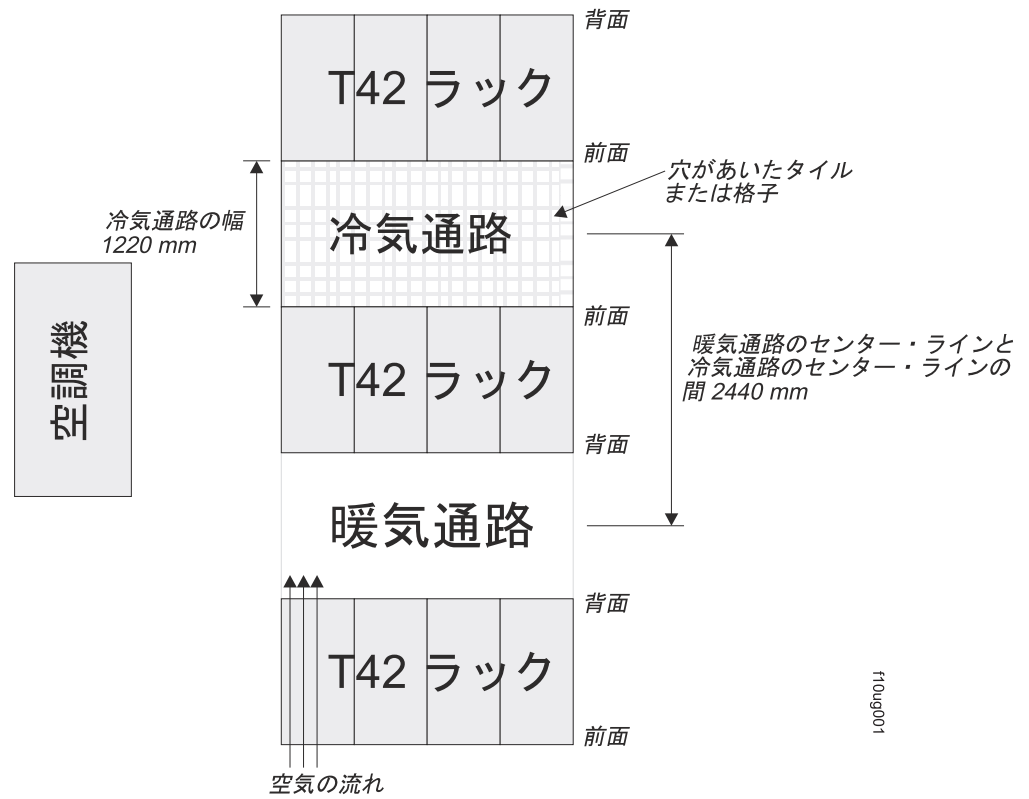

図 11. 冷氣通路/暖気通路ラック・キャビネット構成の例
- 空気はラック・キャビネットの前面から入り、背面から出るようにすること。ラック・キャビネットから出る空気が、別の装置の取り入れ口に入らないようにするために、ラック・キャビネットを、背面と背面、あるいは前面と前面を合わせるようにして交互の行に配置する必要があります。この配置方法は「冷氣通路/暖氣通路」と呼ばれており、31 ページの図 11 にその図が示されています。